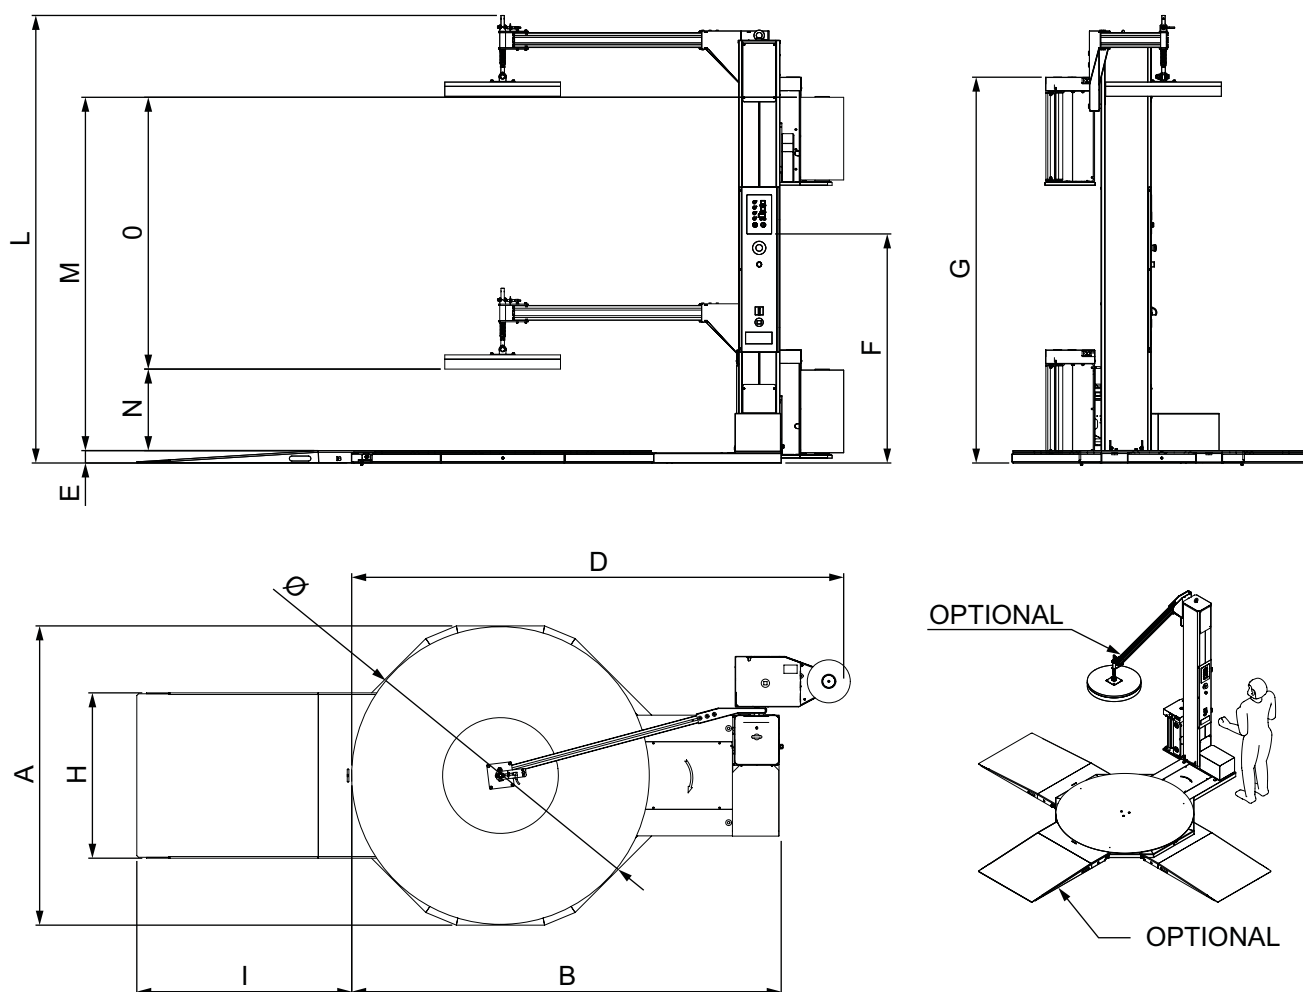

Figura 36
- Dimensioni di ingombro	Vedi Figura 36 - pag. 59